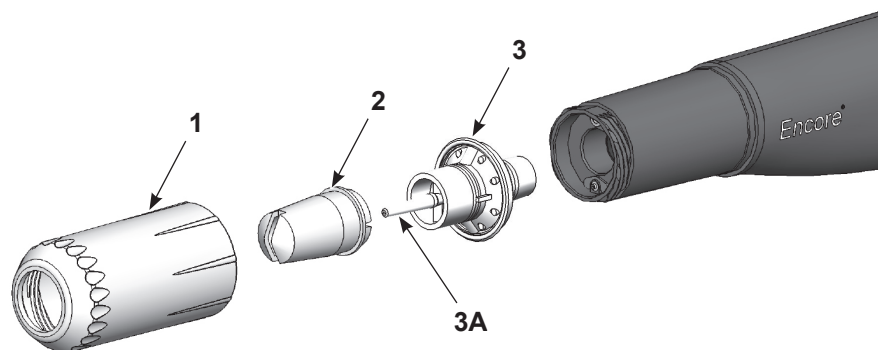

Figura 8 Extracción e instalación de la boquilla de aplicación plana
1. Ver la Figura 8. Desatornillar la tuerca de la boquilla (1) en sentido antihorario
2. Retirar la boquilla de aplicación plana (2) del conjunto de electrodo (3).